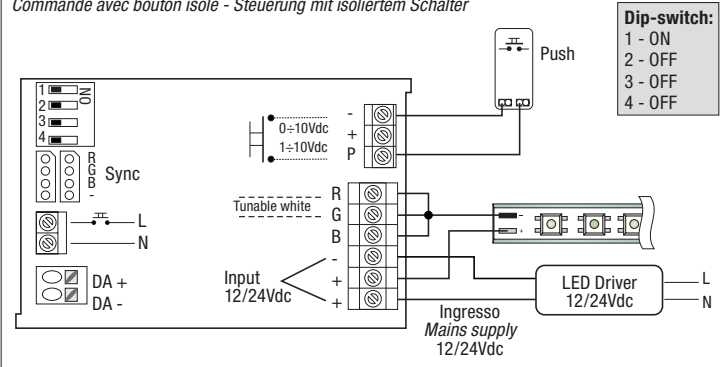

Fig.10 - Comando con pulsante non isolato - Command with not isolated button
- 2 - Pulsador NA NO SELV (referido en la red - Fig. 10)